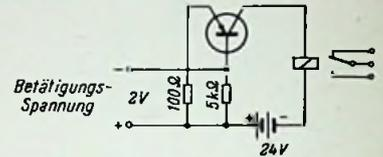

Bild 1. Relais mit vorgeschaltetem Transistor
Entspricht L 6/L 7 in Bild 1.
Steht eine niedrige Spannung (in der Größe von $2 \text{ V} = \pm 10\%$) für die Betätigung des Relais zur Verfügung, so ist die Type 595 HS(A) heranzuziehen. Sie benötigt (Bild 1) eine zusätzliche Speisespannung von $24 \text{ V} = \pm 5\%$. Beim Anlegen der Erreger-spannung an den Emitterkreis, in dem dann ein Strom von etwa 1 mA fließt, nimmt der Strom im Kollektorkreis einen Wert von 10...15 mA an; das in diesem Kreis liegende Relais betätigt seine Kontakte, die mit max. 5 A bei 250 V_~ oder 30 V_~ belastbar sind. Die Widerstände erhöhen die Stabilität der Schaltung. Die Ausführung A ist mit beliebiger Kontaktbestückung, höchstens jedoch mit zwei Umschaltekontakten, erhältlich.